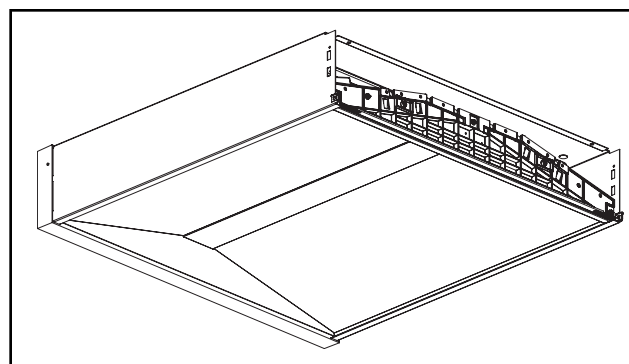

Figure 4.
4. Introduisez le luminaire dans la trousse de montage à la surface. Le luminaire doit reposer sur la bride inférieure de la trousse de montage à la surface entre les languettes de positionnement des quatre coins. Si le luminaire ne repose pas correctement sur la bride inférieure, soulevez-le et déplacez-le jusqu'à ce qu'il soit correctement installé (voir figure 4).